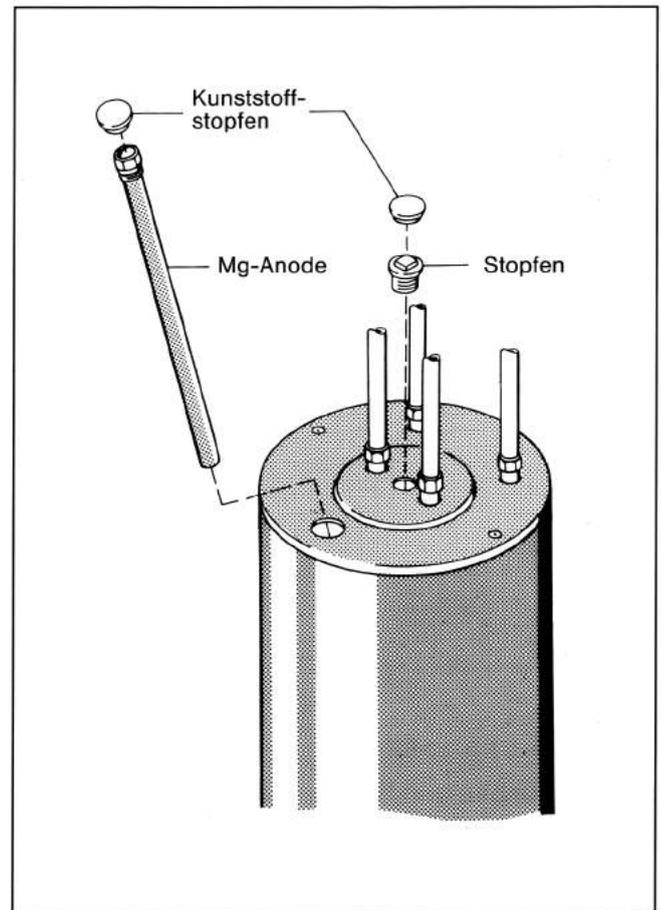

Abb. 7
Zur Prüfung der Magnesiumanode ist der Kunststoff-Stopfen in der Speicherhaube abzunehmen und die Magnesiumanode auszubauen (Abb. 7).
- Kunststoffstopfen von Magnesiumanode und Revisionsöffnung herausziehen (Abb. 7).
- Magnesiumanode herausschrauben (Abb. 7).
- Stopfen von der Revisionsöffnung herausdrehen (Abb. 7).
- Kunststoffstopfen in Blechhaube eindrücken (Abb. 7).